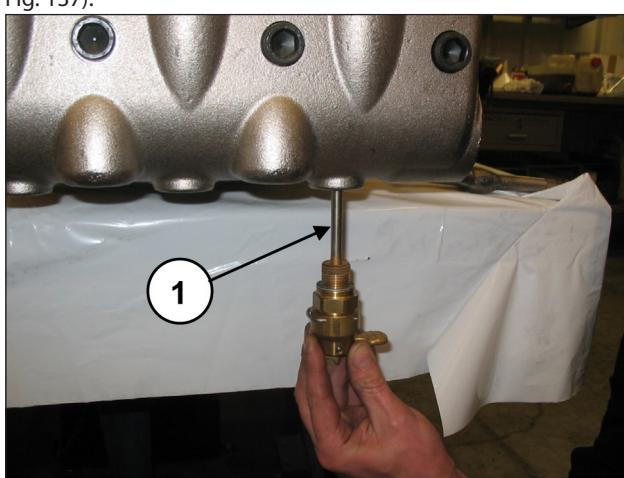
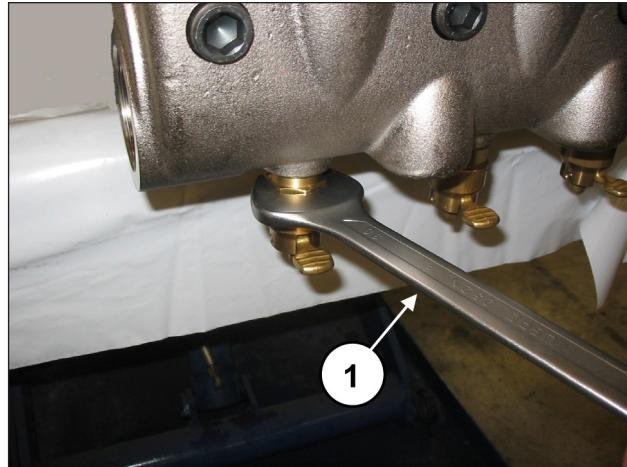

Fig. 136
Fig. 137
Monter les dispositifs d'ouverture des soupapes (rep. ①, Fig. 136) et les visser à l'aide d'une clé de 30 mm (rep. ①, Fig. 137).